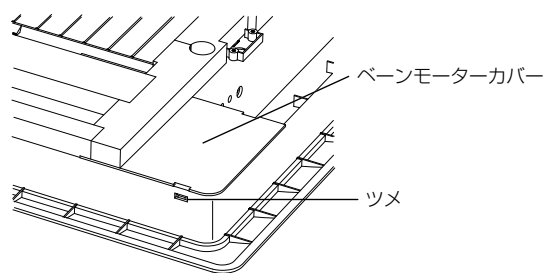

図27
(1) 固定するベーンのベーンモーターカバーを外します。（図27、28）